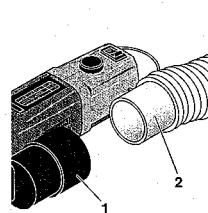

Fig. 7
1. Teile des Anschlußadapters **1** (Fig. 7) zusammenstecken.
1. Connect parts of the connection adapter 1 (Fig. 7).